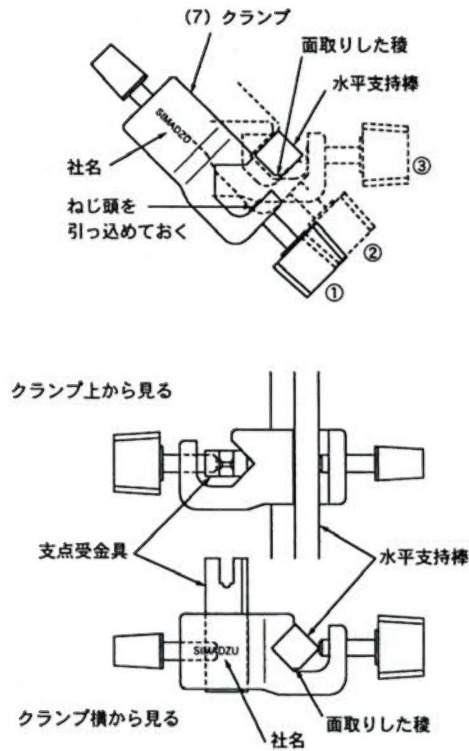
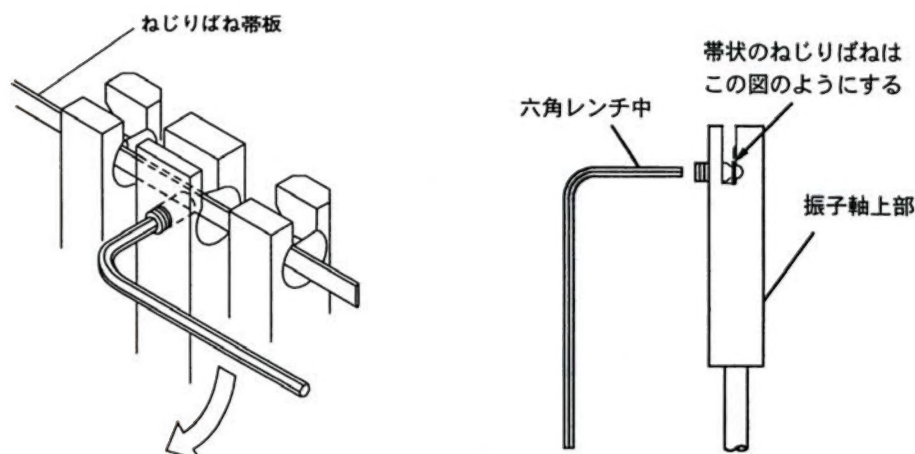

図5. 組立の3, 組立の4
図8.組立の7
4.5 (図5. 参照) ・(7) クランプを水平支持棒に取付けます。クランプのねじ先を引っ込め、斜めから差込みねじ止めします。
4.14 (図8.参照) ・ (12) ねじりばね (帯鋼) のときは図8.をよく見て取付けてください。
4.16 ・ (8) 固定端金具はねじりばねの端を固定端にする場合に使います。クランプの支点受金具と入れ替えます。(図5. 参照) またねじりばねの固定の仕方は振り軸を固定するのと同じ要領です。(図8. 参照) ねじりばねがすべらないようしっかりねじを締め付けます。